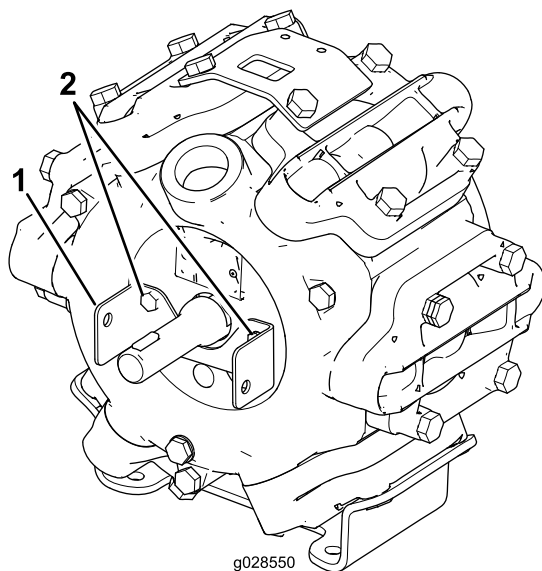

図 2
3. ステップ1で外したボルト2本を使って、駆動シャフトシールド・ブラケットをスプレーヤポンプに、 図 2に示すように取り付ける。